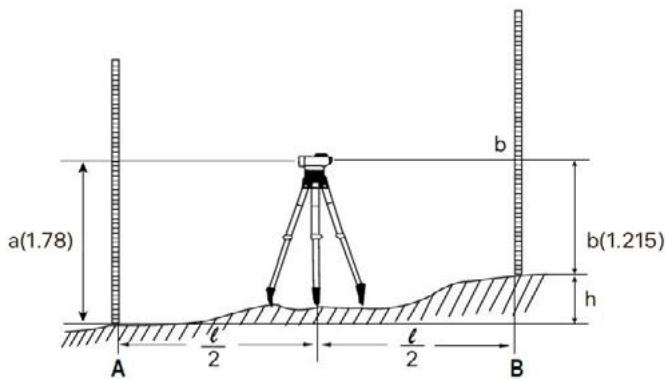

Rysunek 2
- Zdejmij osłonę okularu (12). Skieruj przyrząd na jasny obiekt lub przytrzymaj białą kartkę papieru przed soczewką obiektywową (7), następnie obracaj pokrętło regulacji ostrości okularu (13), aż czarny krzyż stanie się dobrze widoczny.
- Skieruj przyrząd na lątę niwelacyjną. W razie potrzeby użyj celownika przeziernikowego (6), aby ułatwić ustawienie przyrządu na celu.
- Obracaj pokrętło regulacji ostrości (5), aż podziały na lącie niwelacyjnej będą dobrze widoczne (Rys. 2).
- Ustaw krzyż dokładnie na środku ląty niwelacyjnej, obracając śrubę regulacji w płaszczyźnie poziomej (8).